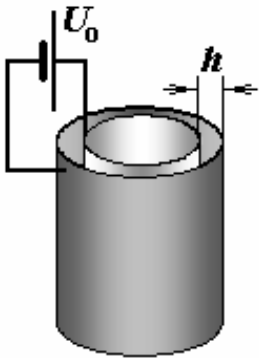

Рис. 5
4.2. *Так как пленка оказалась гибкой и проводящей, то возникла идея использовать ее в качестве обкладки конденсатора, емкость которого зависит от напряжения. Идея этого «изобретения»: деформация пленки внутри конденсатора зависит от приложенного напряжения, при деформации изменяется зазор между обкладками, что приводит к изменению его емкости. Для реализации идеи изготовлен цилиндрический конденсатор (Рис. 5), внутренней обкладкой которого служит исследуемая полимерная трубка, а внешней – металлическая трубка, зазор между обкладками конденсатора при недеформированной полимерной трубке равен $h_0 = 1,00$ мм (можно считать значительно меньшим радиусов обкладок). Обкладки конденсатора подключают к источнику постоянного напряжения U_0 . Длина конденсатора достаточно велика, поэтому краевыми эффектами можно пренебречь. Электрическая постоянная равна $\varepsilon_0 = 8,85 \cdot 10^{-12}$ Ф/м.*